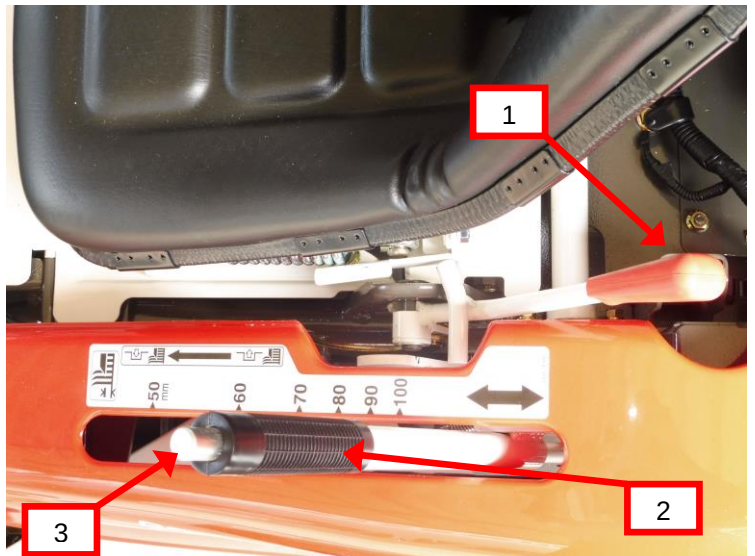

Figure 4
La position la plus haute du levier (2 Figure 4) correspond à la position transport. Vous pouvez régler la hauteur de coupe en appuyant sur le bouton poussoir en bout de levier (3) et en actionnant le levier, plus le levier est bas plus la coupe de l'herbe est basse.
Il est utilisé pour la tonte (1 Figure 4). En poussant le levier vers l'avant, la lame de coupe tourne. La lame est arrêtée (débrayée), lorsque l'on tire le levier vers l'arrière.